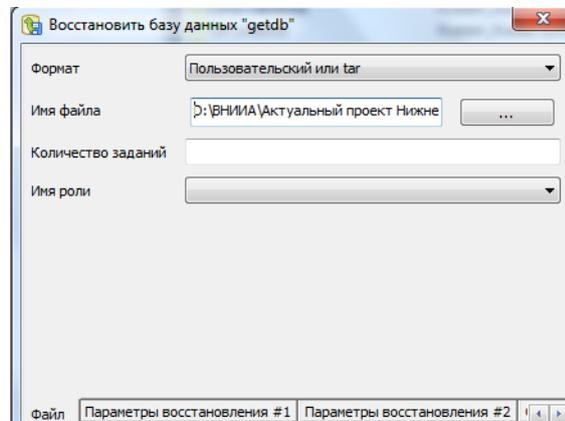

Рисунок 20
- указать путь к *.dump* файлу, из которого будет производиться восстановление (рисунок 20);